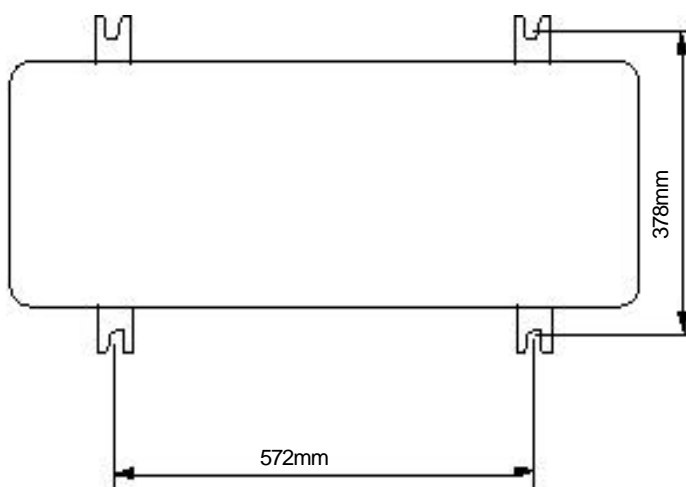

Figura 8
1. Si la unidad exterior se instala sobre una base de concreto, fije la unidad con varillas roscadas y tuercas M10. Asegúrese que la unidad se encuentre horizontal. La posición de los orificios para los pernos se muestra en la Figura 8.